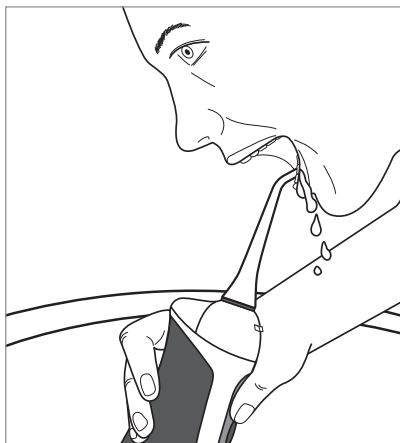

Fig. 1
- ▶ Durante el uso del aparato, asegúrese de no cubrir los orificios de entrada de aire ④ de la parte trasera de la pieza manual ⑤ con los dedos.
- ▶ Si, durante el uso del aparato, mantiene la pieza manual ⑤ en una posición demasiado inclinada, es posible que salga agua por los orificios de entrada de aire ④.
- ▶ La pieza manual ⑤ se apaga automáticamente después de unos 2 minutos en cualquier nivel de potencia aunque siga quedando agua en el depósito de agua ⑥.
1) Llene el depósito de agua ⑥.
2) Coloque un accesorio ② en la pieza manual ⑤.
- 3) Pulse el botón de selección del nivel de potencia  ⑩ para ajustar el nivel de potencia deseado.
- 4) Introdúzcase el accesorio ② en la boca para evitar las salpicaduras de agua. Inclínese hacia el lavabo y mantenga la pieza manual ⑤ en una posición lo más recta posible (consulte la fig. 1). La boquilla ① del accesorio ② está orientada hacia los dientes/espacios interdentes.